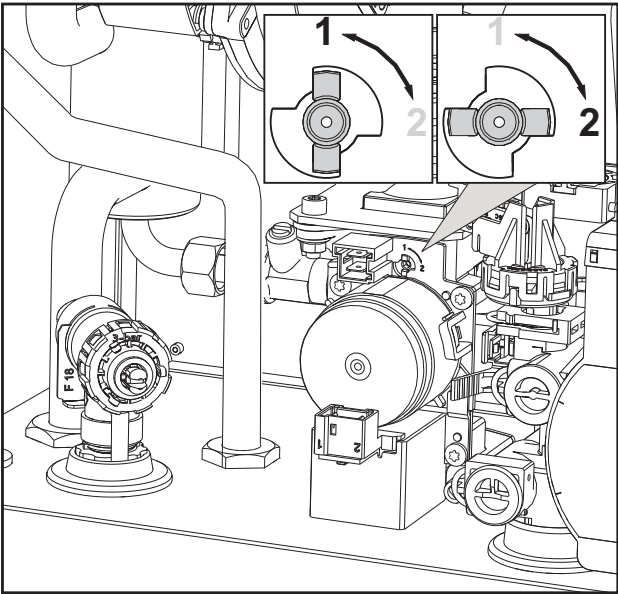

fig. 31
3. Gire el regulador (fig. 31) según la posición indicada en la tabla 9.